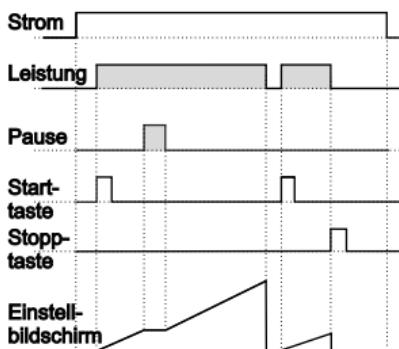

Abbildung 1.3
1.2.1 Wenn Aufwärtszählen **DECt** = 0 und **butF o-n** ist, wird das Regelschema in Abbildung 1.3 gezeigt.